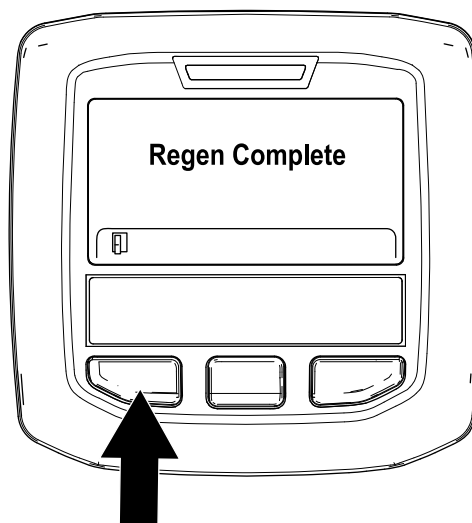

Figure 54
9. La régénération en stationnement est terminée quand le message « Regen Complete » (régén. terminée) s'affiche dans l'InfoCenter. Appuyez sur le bouton gauche pour quitter l'écran d'accueil (Figure 54).